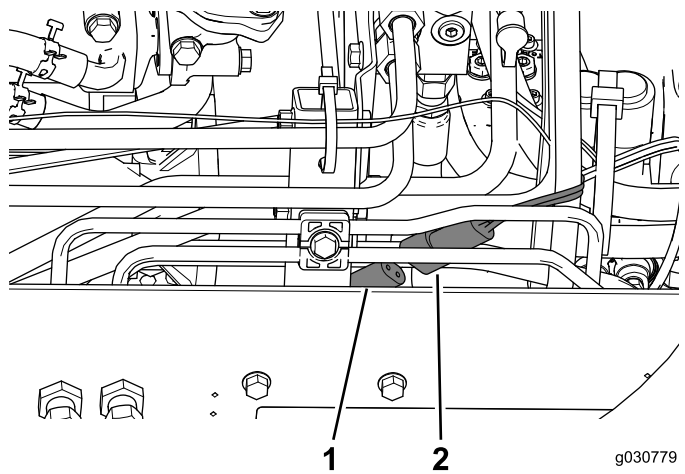

Рисунок 50
2. Подсоедините разъем питания кабины к разъему на правой стороне машины (Рисунок 50).